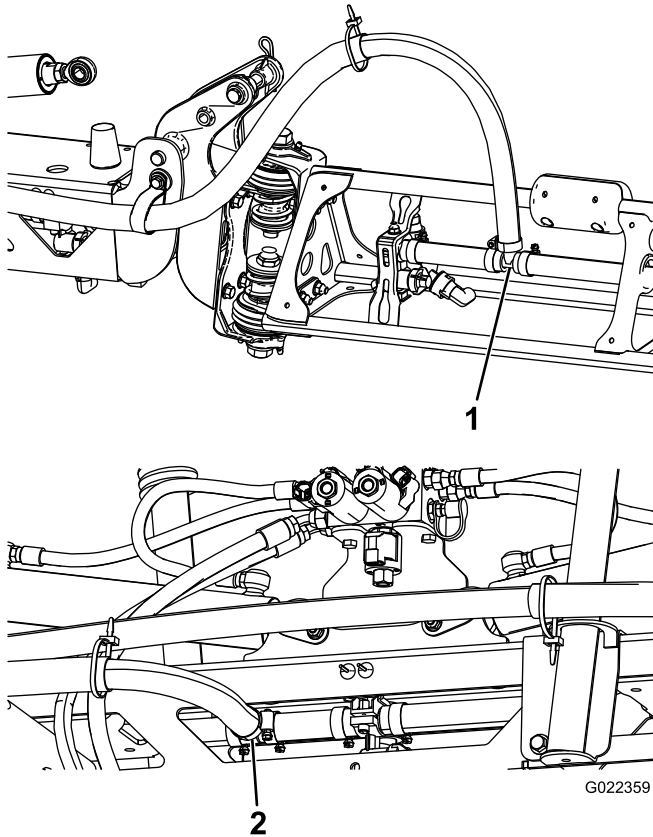

Bild 24
Hinweis: Schmieren Sie die Schlauchzahnung der T-Anschlüsse an beiden Auslegersektionen mit Flüssigseife ein (Bild 24).
4. Schmieren Sie die Schlauchzahnung des T-Anschlusses am mittleren Ausleger mit Flüssigseife ein (Bild 24).
5. Verlegen Sie die Schläuche des mittleren Auslegers, wie in Bild 24 dargestellt.
6. Schließen Sie den Zulaufschlauch des mittleren Auslegers an die mit Flüssigseife eingeschmierte Zahnung an und befestigen Sie ihn mit einer Schlauchklemme (Bild 24).